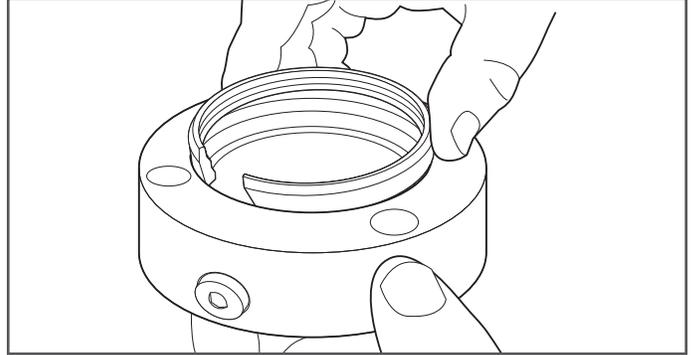

Figure 9-7
7. Insérez le dispositif de blocage de la gaine dans la partie centrale du raccord DoubleTrac® (Figure 9-7).